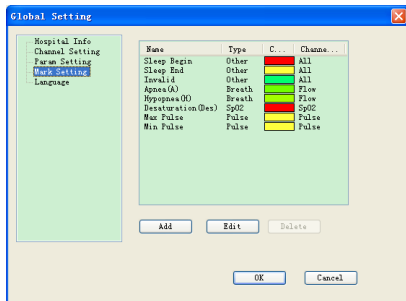

Fig. 5-2-4
**(4)** Vous pouvez ajouter, éditer ou éliminer des indications d'évènement dans l'interface "Mark" (voir Fig. 5-2-4):